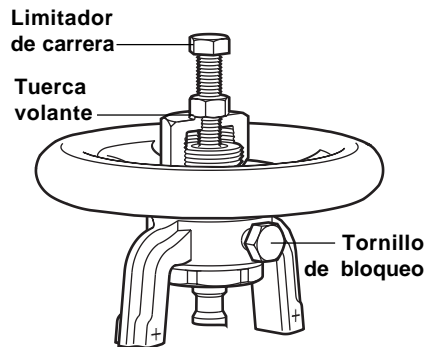

Fig. 8
- 5.4** Las válvulas BSAT tienen un cono de regulación para permitir el control del flujo del fluido. El caudal dependerá del número de vueltas de volante. Una vez se consigue el caudal deseado, apretar el tornillo de bloqueo y el limitador de carrera (ver Fig. 8, página 16). De esta manera se minimiza cualquier vibración. La tabla de la página 12 nos muestra el efecto de apertura de la válvula según su tamaño.